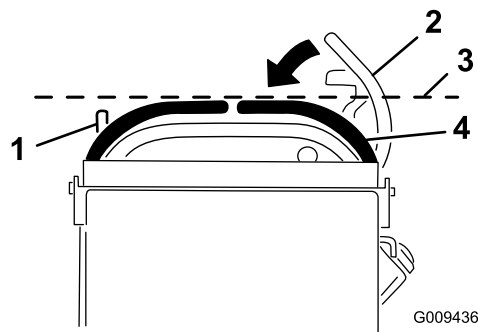

Figura 67
3. Spingete in giù la leva di controllo del movimento destra per toglierla dalla posizione di BLOCCO IN FOLLE (Figura 67).
4. Controllate se la leva di controllo del movimento destra è allineata orizzontalmente con la leva di controllo del movimento sinistra (Figura 67).